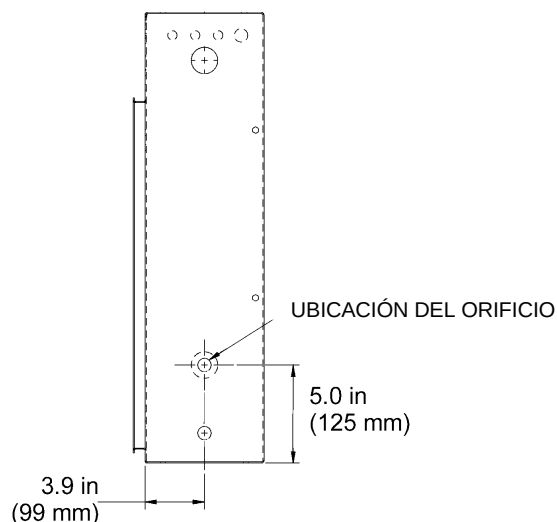

FIGURA 2.0-1 ALOJAMIENTO DEL DISPOSITIVO DE ARRANQUE (CON LA UBICACIÓN DEL ORIFICIO DE MONTAJE DE LA ALARMA ACÚSTICA)
3. Perforar un orificio de 22mm (7/8 pulg.) de diámetro en el lateral derecho del alojamiento del dispositivo de arranque, en la ubicación que se muestra en la figura 2.0-1.